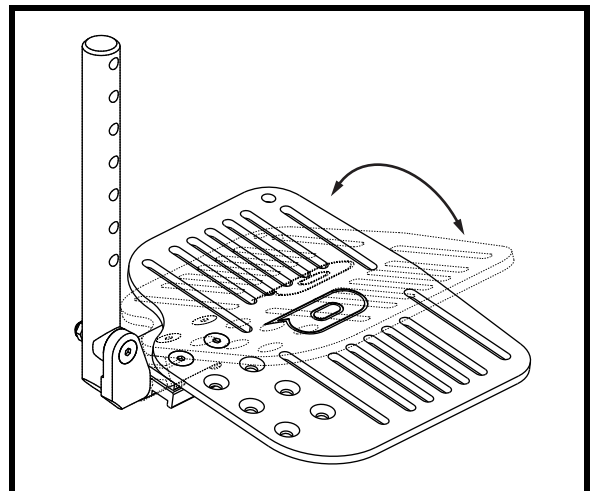

Figure 25. Réglage de l'angle de la palette
2. Inclinez la palette dans la direction désirée. **Voir la figure 25.**